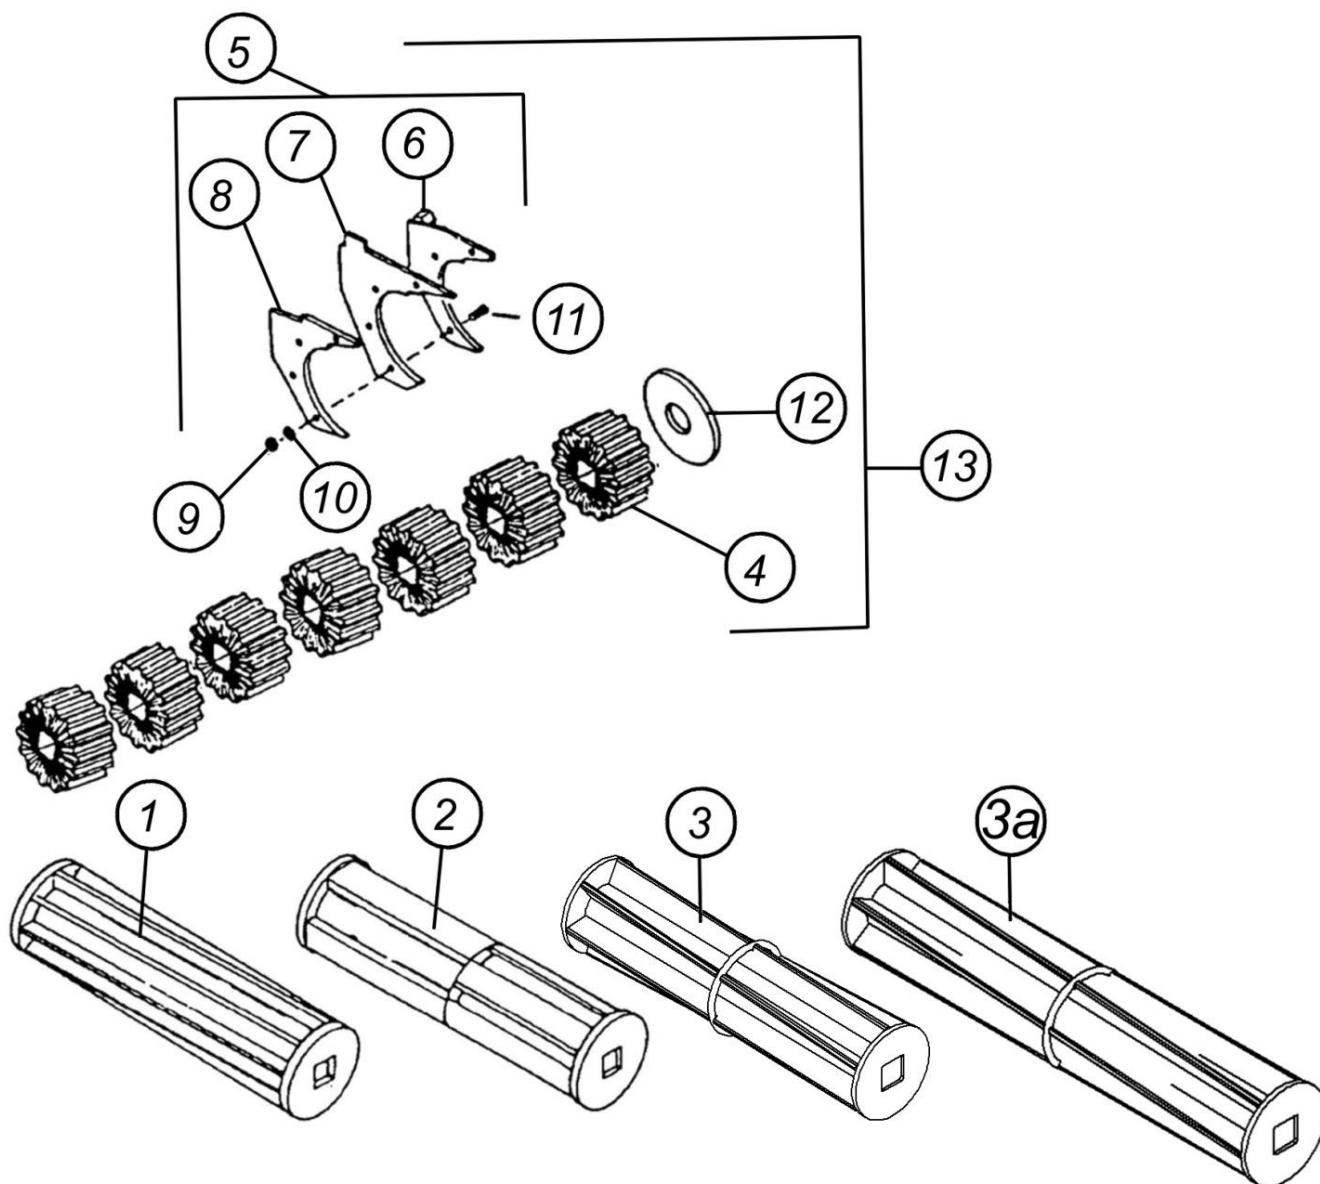

Рис. 7.2.18. Дозаторы
7.2.18. Дозаторы (рис. 7.2.18)